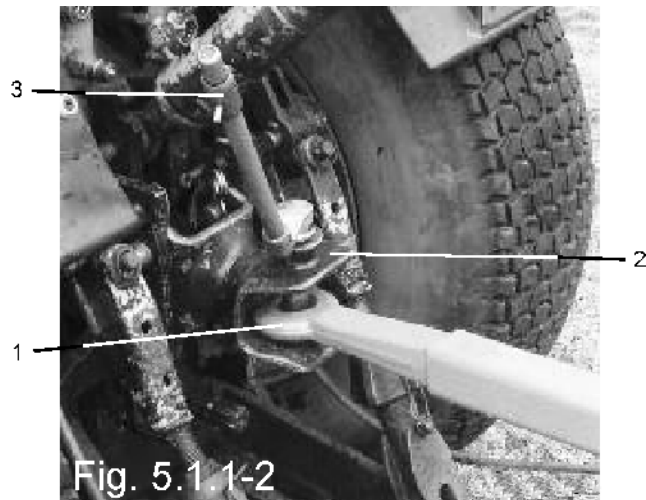

Fig. 5.1.1-2
- Acoplar máquina con corcheta de tracción (fig. 5.1.1-2/1) a la boca de tracción (fig. 5.1.1-2/2) del tractor;
- Fijar bulones (en función del tractor) (fig. 5.1.1-2/3).